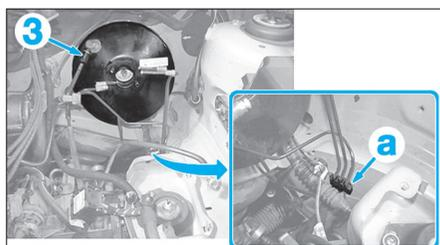

Fig. 19
- Débrancher le tuyau de dépression (3) du servofrein (Fig.19).